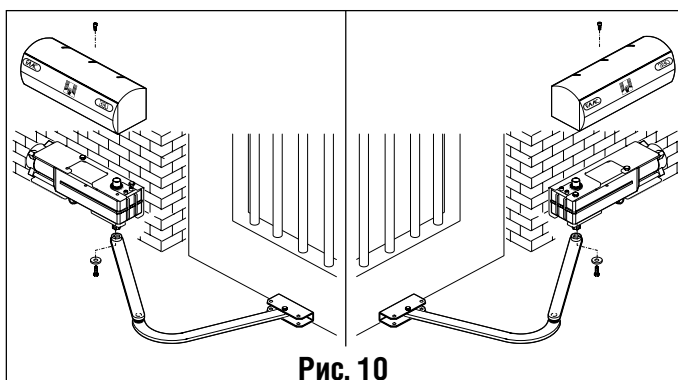

Рис. 10
10. Соедините прямую часть рычага и шлицевую часть вала двигателя. Закрепите их винтом и шайбой из комплекта (рис.10.).